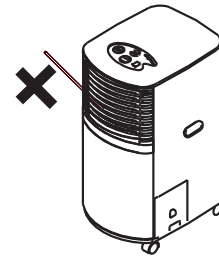

fig. 2
- De afdekplaten voor de luchtopeningen van het apparaat niet afdekken of blokkeren (fig. 2).